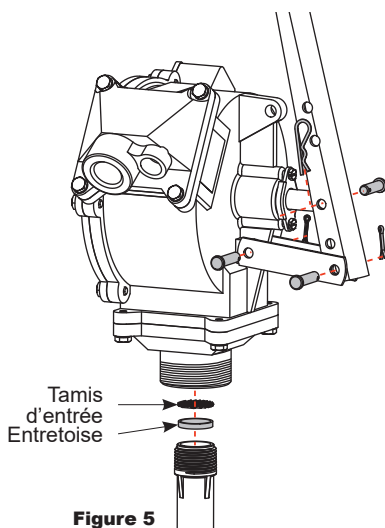

Figure 5
3. Enlever l'entretoise de l'orifice du capot d'entrée (voir Figure 5).
4. Déposer le tamis d'entrée (voir Figure 5).